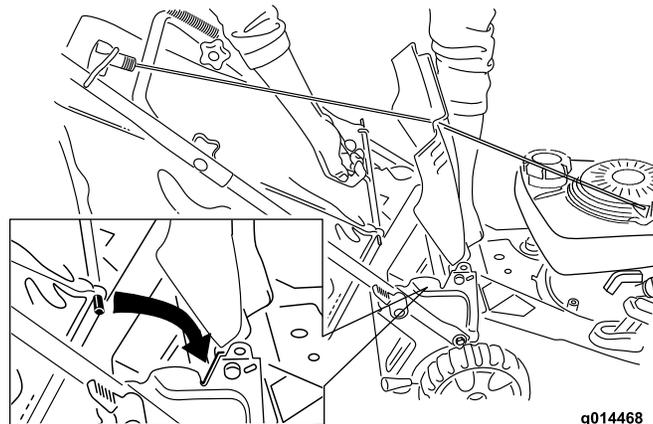

Figure 18
2. Soulevez et bloquez le volet arrière, placez le bac dans les encoches et abaissez le volet (Figure 18).